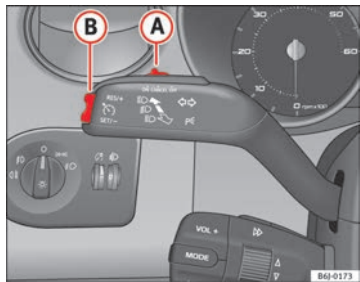

Abb. 113 Blinker- und Fernlichthebel: Schalter und Wippe für die Geschwindigkeitsregelanlage
- Drücken Sie den unteren Teil der Wippe **SET** ⇒ Abb. 113 **B** einmal kurz, wenn die zu speichernde Geschwindigkeit erreicht worden ist.